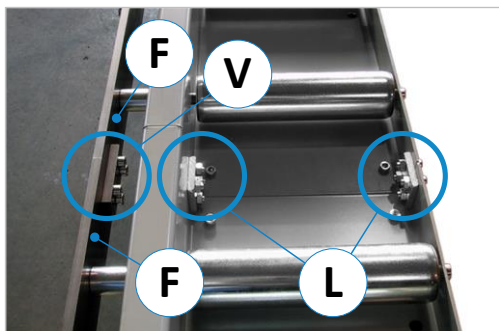

Figure 9 : relier mécaniquement les segments
- Ensuite, les segments de convoyeur à rouleaux livrés doivent être reliés entre eux par vissage à l'aide des pattes de montage (L), voir ⇒ Figure 9.
Visser fermement ensemble les rails de guidage (F) du convoyeur à rouleaux montés verticalement avec la patte de montage (V) vissée (voir ⇒ Figure 9). Lors de la mise en place de la patte de montage (V), veiller à ce que les aciers plats soient exactement alignés les uns par rapport aux autres → L'entrefer entre les aciers plats doit être aussi faible que possible.
EXAKT B : Les segments individuels sont vissés les uns aux autres (comme indiqué sur la ⇒ Figure 9) à l'aide des pattes de montage (L). Ensuite, il faut encore monter le profilé en C pour guider la butée sur le convoyeur à rouleaux.